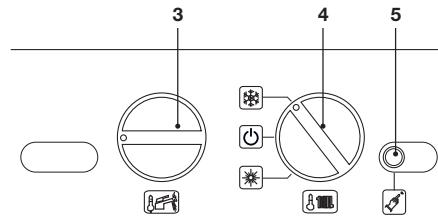
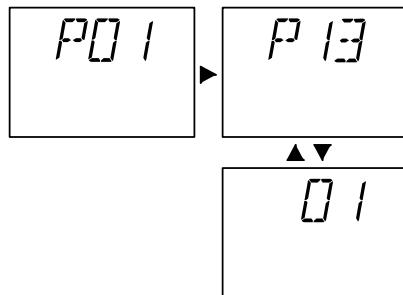
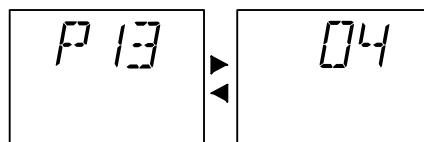

Рисунок 5.38
Рисунок 5.41
Рисунок 5.42
- Прежде чем включить электропитание котла, установите регулятор 4 так, как показано на рисунке (см. Рисунок 5.38).
- Нажмите кнопку сброса 5 (Рисунок 5.38) и пролистайте параметры до P13, предназначенногодля настройки режима работы насоса. На ЖК-дисплее последовательно отобразятся следующие символы (параметр P13 будет загораться поочередно с цифрой 01) (см. Рисунок 5.41).
- Чтобы изменить настройку, поверните регулятор 3 (Рисунок 5.38) и установите его в выбранном положении (Рисунок 5.42: регулятор установлен в положение «Режим насоса ВКЛ.»). На ЖК-дисплее параметр P13 загорается по очередно 04.